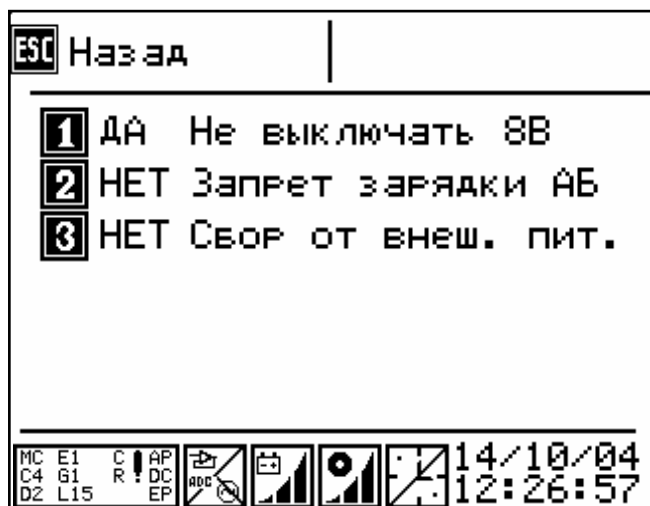

Рисунок 6.13
- кнопка **4**– настройки общесистемных параметров (рисунок 6.13);
В данное меню (рисунок 6.13) переход осуществляется по кнопке **4** из меню на рисунке 6.9 или последовательным нажатием кнопок **5 - 4** из главного меню.
Описание работы кнопок клавиатуры (рисунок 6.13):
включена опция **НЕ ВЫКЛЮЧАТЬ аналоговый тракт** (рисунок 6.13) (путь кнопки **5 – 4 - 1** из главного меню). При включенной опции **НЕ ВЫКЛЮЧАТЬ 8В** по окончании сбора данных генератор останется включенным, если был включен;